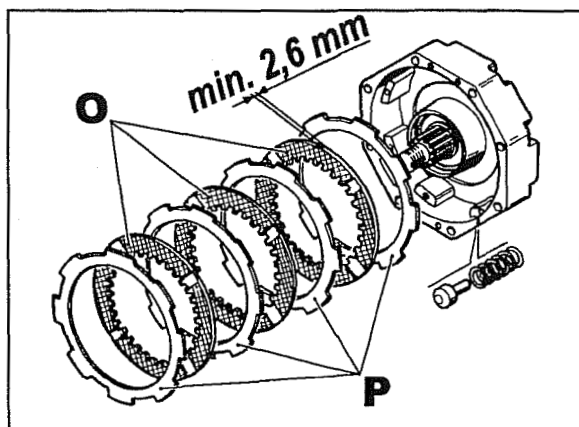
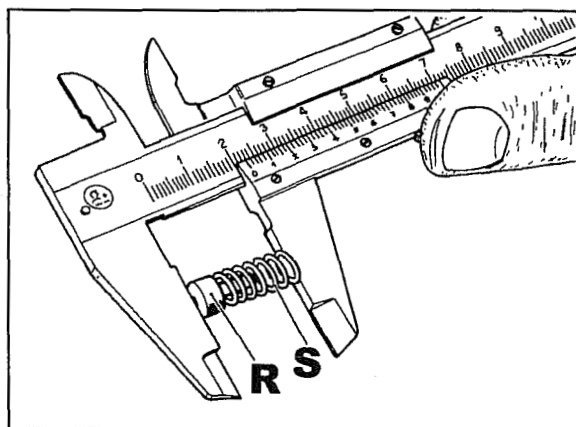
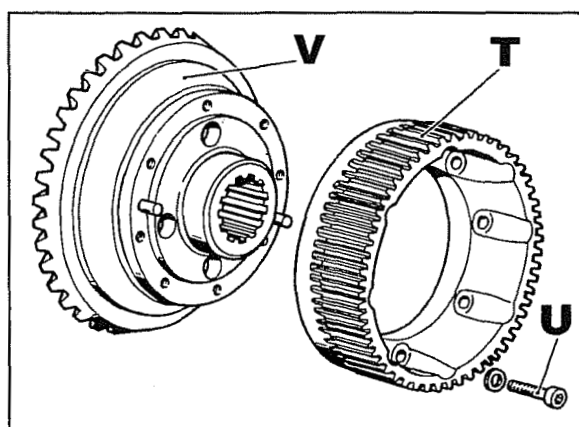
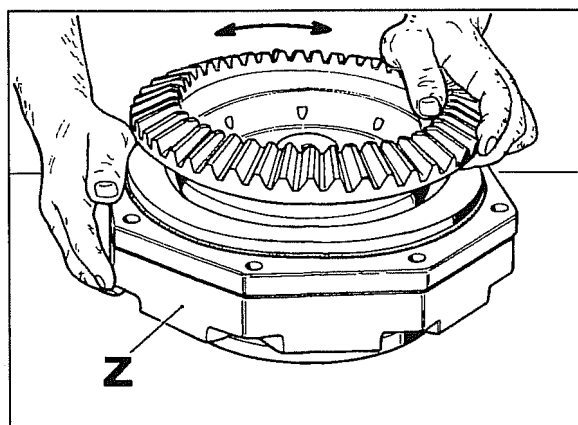

Fig. 26
Fig. 27
Fig. 28
Fig. 31
La fig. 26 muestra los componentes de la masa frenante.
- 35 Controlar el consumo de los discos **O** fig. 26 midiendo el relativo espesor que no debe ser inferior a los **2,6 mm**. Controlar además el buen estado de los discos de acero **P**, si es necesario cambiarlos. Controlar con un calibre que los ocho pernos **R** fig. 27 con los relativos resortes **S**, no midan menos que **22,5 mm**. Si es necesario sustituir los resortes.
- 36 Controlar el estado de desgaste del anillo ensamblado **T** fig. 28. Si debemos sustituirlo separarlo de la corona **V** mediante los tornillos **U**.
- Al volver a montar la corona V fig. 28 en la masa frenante Z fig. 31, prestar atención que todos los discos O fig. 26 se acoplen con el anillo ensamblado T fig. 28, con movimiento rotativo como se ve en la fig. 31.